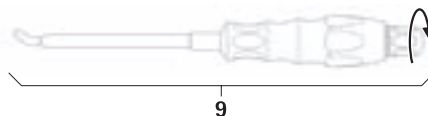

Fig. 15
- Montar o instrumento introdutor de barras **9**, ver Fig. 15.